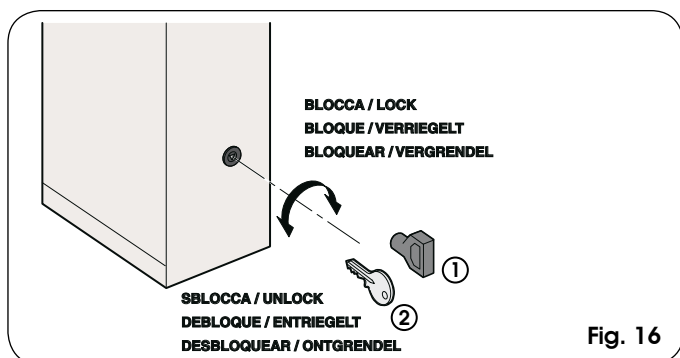

Fig. 16
La llave de desbloqueo entregada en dotación puede ser triangular (Fig.16 ref. ①) o personalizada (Fig.16 ref. ② opcional).
- girar la llave en **sentido horario** hasta el tope y extraerla (fig. 16 ref. ①).
- girar la llave en **sentido horario** hasta el punto en el que se pueda extraerla. (fig. 16 ref. ②).